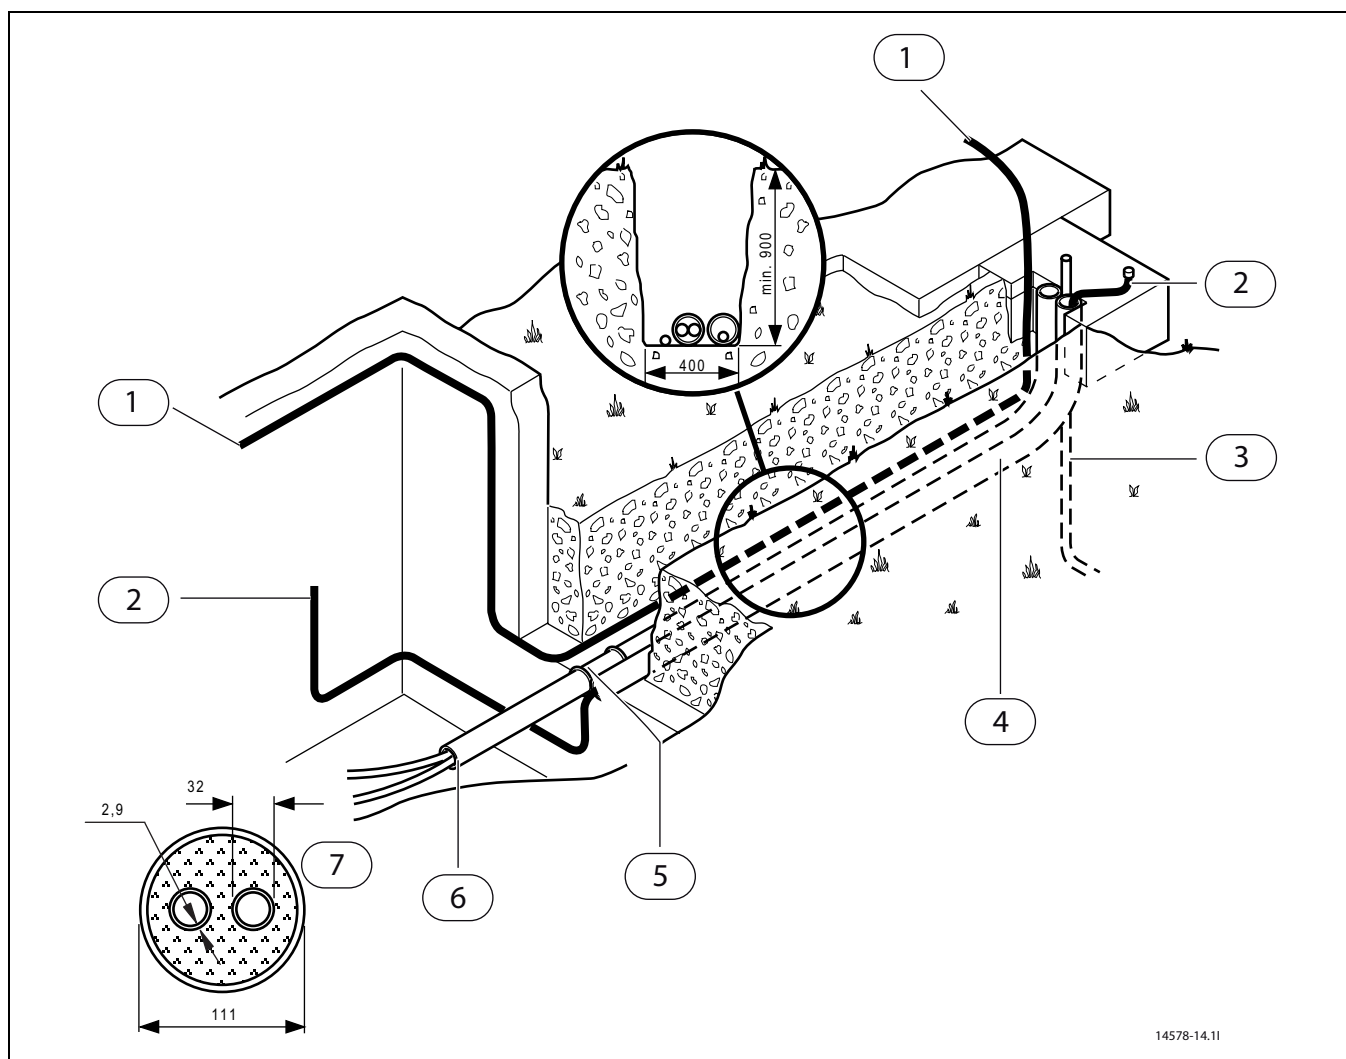

Bild 24 Kulvert
- Använd PE - rör med diameter 32 mm mellan värmepumpen och kombimodulen (→ Bild 24).